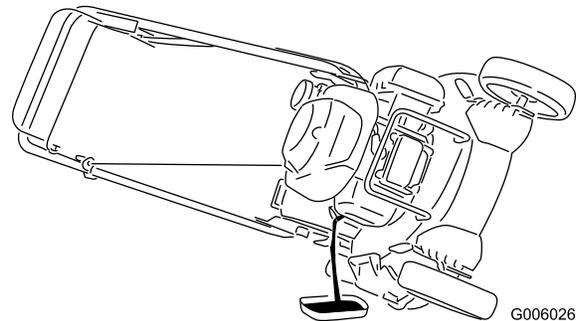

Figura 37
3. Coloque la máquina de lado, con la varilla de llenado de aceite hacia abajo, para drenar el aceite usado a través del tubo de llenado de aceite a un recipiente (Figura 37).